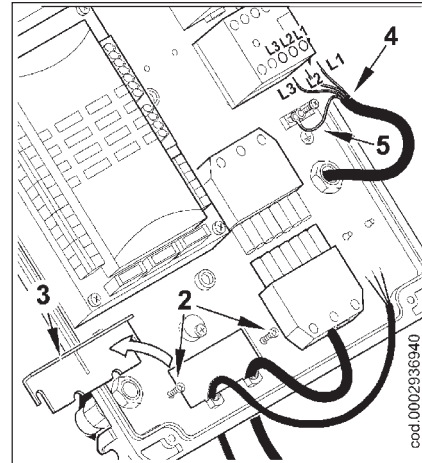

Fig. 2
- Desserrer les vis (2) et après avoir démonté la plaquette serre-câbles (3), faire passer à travers le trou la fiche à 7 pôles et le câble de commande de modulation (fig. 2). Connecter les câbles d'alimentation (4) au télérupteur, fixer le câble de terre (5) et serrer le presse-câble correspondant.